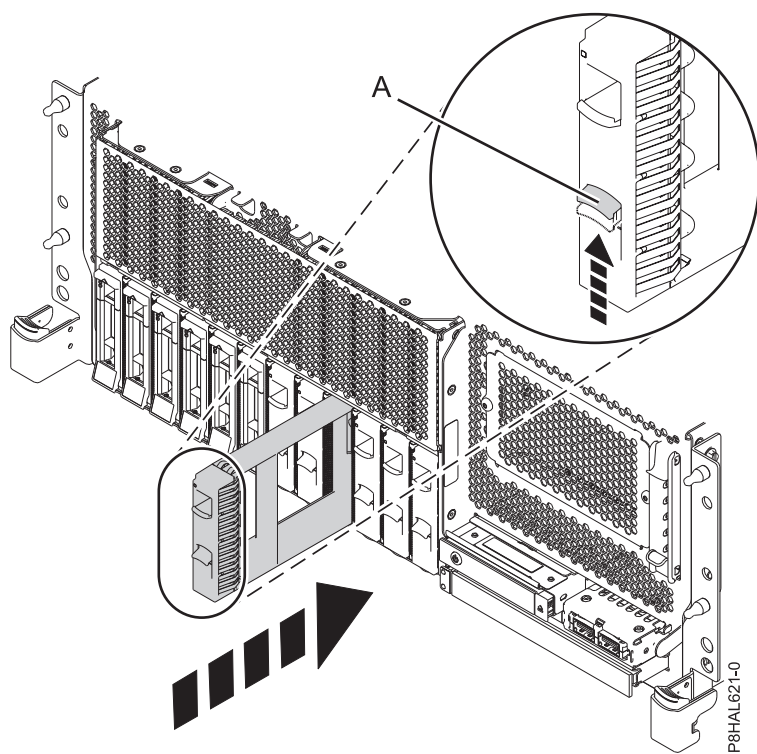

Figure 137. Installation d'un obturateur d'unité de disque dans un système à fonction de base monté en armoire
3. Alignez l'obturateur d'unité de disque sur l'emplacement d'unité et poussez-le complètement dans le système (**A**) jusqu'à ce qu'il se verrouille, comme illustré dans la figure 137, figure 138, à la page 150, figure 139, à la page 151 et figure 140, à la page 152.